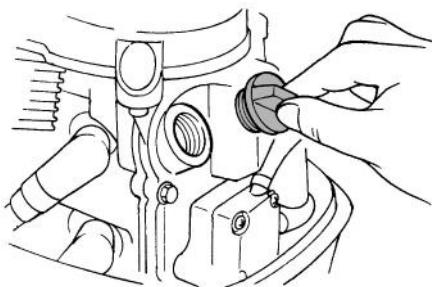
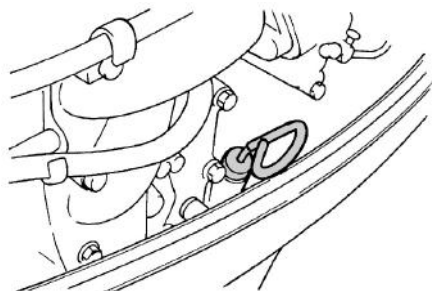

Рис. 22 Крышка маслосазливной горловины
Рис. 23 Масляный щуп
3. Открутите крышку маслосазливной горловины (Рис. 22), извлеките масляный щуп (Рис. 23) и протрите его насухо чистой ветошью.